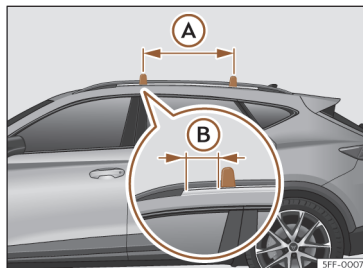

Fig. 197 Pontos de fixação das barras transversais para o porta-bagagens no tejadilho.
As barras transversais montam-se nas barras laterais do tejadilho. A distância entre barras transversais >>> **Fig. 197** (A) deverá ser entre 70 e 90 cm e a distância das barras transversais com os suportes das barras laterais do teto (B) deverá ser de 9 cm.